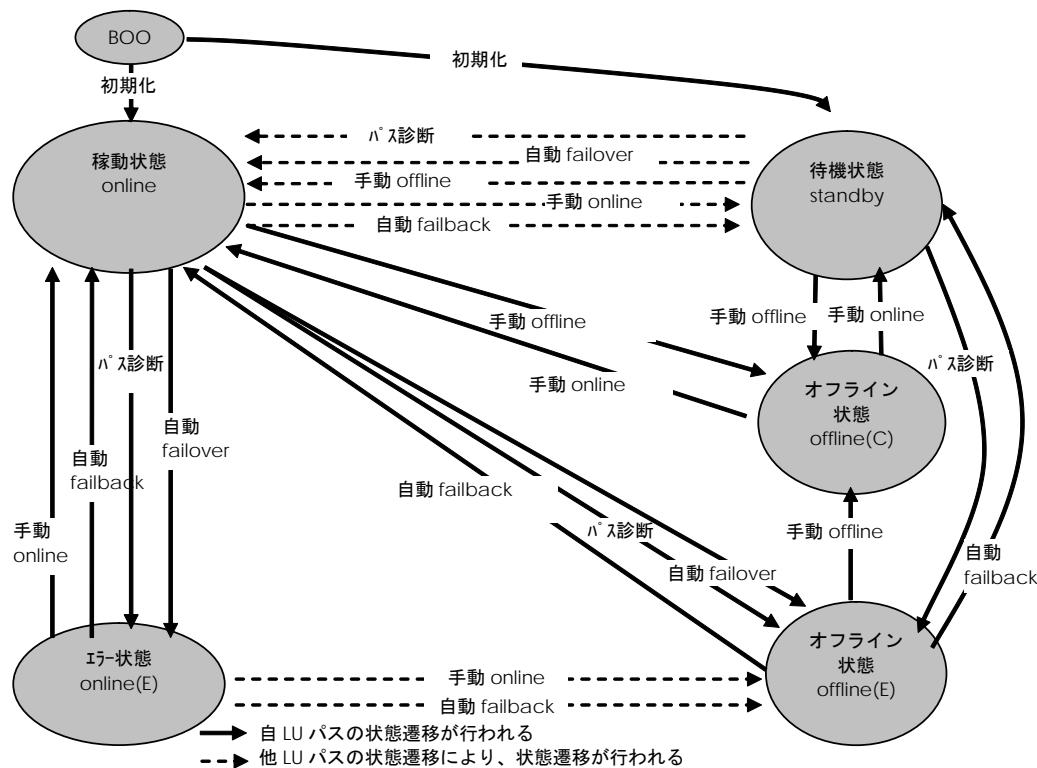

図 2-3 LU パスの状態遷移
LU パスの状態には、online、online(E)、standby、offline(C)、offline(E)の 5 つの状態があります。表に各状態の説明を、図 2-3 に状態遷移図を示します。
ユーティリティソフトから変更できるパスの状態の詳細は、「LU パスの状態」図2-3 LU パスの状態遷移を参照してください。
- (1) HFC-PCM-2 が認識する LU パスのうち、online 状態又は standby 状態の LU パスが診断対象となります。自動 Fallback が有効な場合は、online(E) 状態 及び offline(E) 状態の LU パスも診断対象となります。
- (2) 診断する LU パスは自動的に選択されます。手動で選択することはできません。
- (3) パス診断の実行の有無、診断間隔は、ユーティリティソフトにより変更することができます。
- (4) パス診断中に障害を検出した場合は、パスの状態が offline(E) または online(E) に変更されます。
- (5) パス診断によるパス状態の遷移については、「LU パスの状態」図 2-3 LU パスの状態遷移 を参照してください。
- (6) ディスク以外のデバイス(Tape 等)は HFC-PCM-2 の管理対象外です。パス診断は実行されません。
- (7) 表 2-7 パス診断機能と同等処理を行なうオペレーション に示すオペレーションを契機に、パス診断機能と同等の処理を実行します。